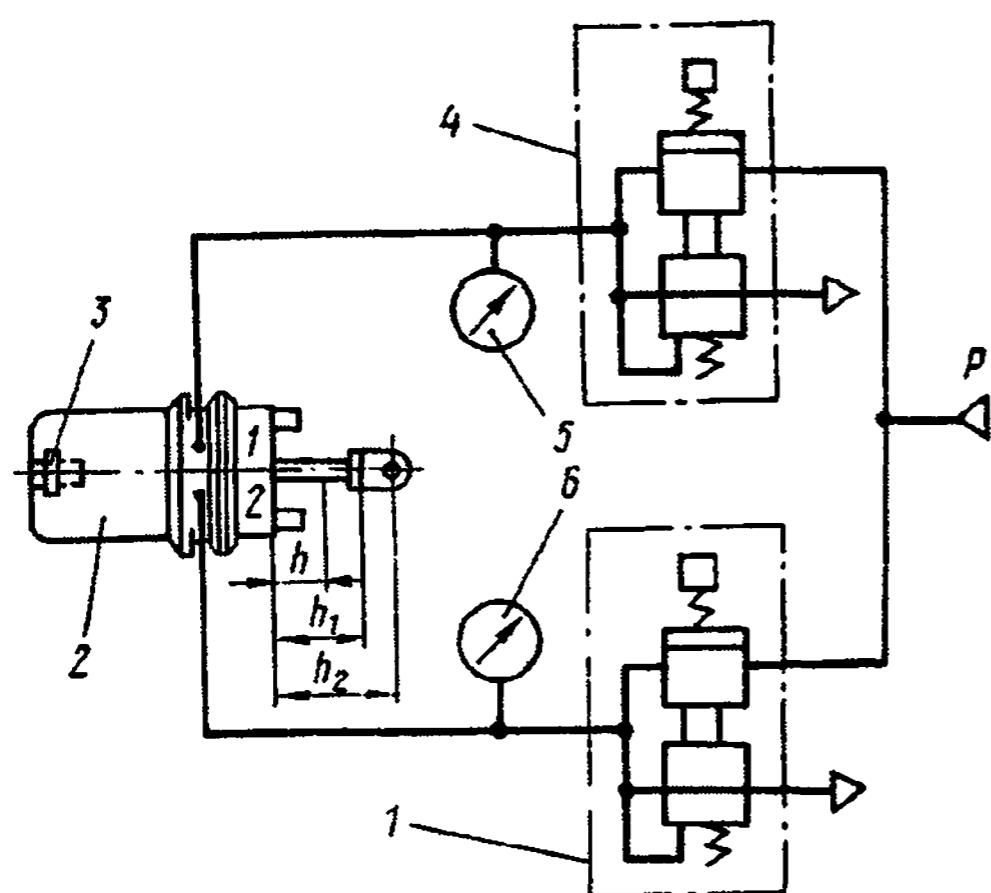

Рис. 335. Схема подключения тормозной камеры с пружинным энергоаккумулятором:
1. Установите прибор по схеме, изображенной на рис. 335.	—